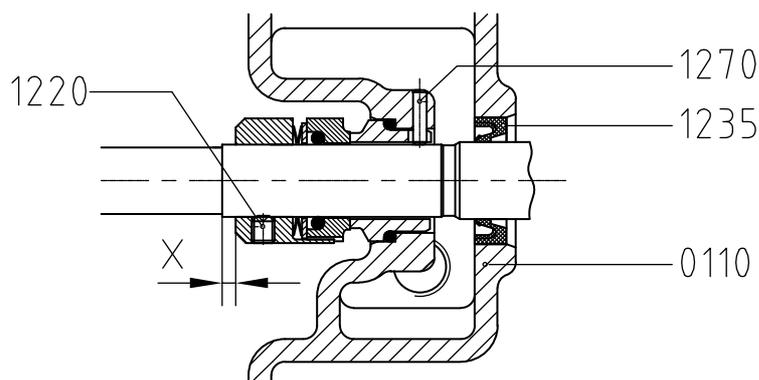

Figura 15: Regolazione della tenuta meccanica M7N.
- 6 Posizionare la parte rotante della tenuta meccanica ad una distanza X (vedere la figura 15 e corrispondente tabella) e bloccarle attraverso il set di viti (1220).